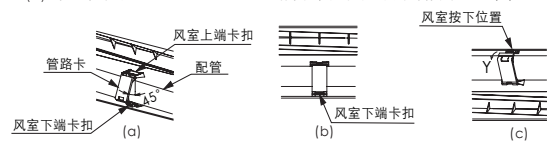

图11
- (1) 将管路卡以45°方向卡入风室的上端卡扣，具体操作参照图11(a)。
- (2) 用力将管路卡向下压入风室下端卡扣，具体操作参照图11(b)。
- (3) 取下时，用力向下按风室卡爪处边沿，管路卡会沿Y方向自动弹出风室的下端卡扣，具体操作参照图11(c)。
- (4) 管路卡弹出后，以45°方向从风室上端卡扣将其取下，具体操作参照图11(a)。